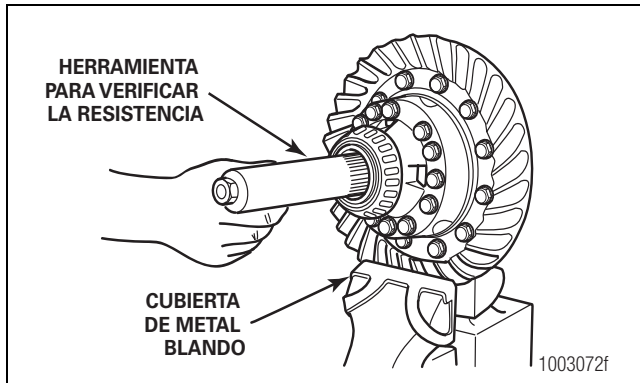

Figura 5.47
2. Coloque el conjunto del diferencial y la corona en un tornillo de banco. Coloque cubiertas de metal blando sobre las mordazas del tornillo de banco para proteger la corona. Figura 5.47.
3. Coloque la herramienta en el diferencial hasta que las ranuras de la herramienta y un engranaje lateral estén engranados. Figura 5.47.